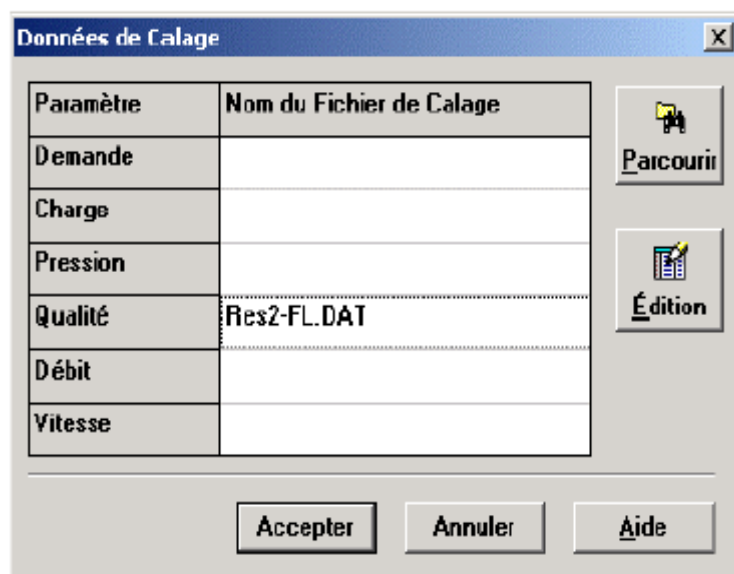

Figure II.3 Boîte de dialogue des Données de Calage
2. Dans la boîte de dialogue des Données de Calage (Figure II.3) cliquez sur le champ à côté du paramètre des données à déclarer.